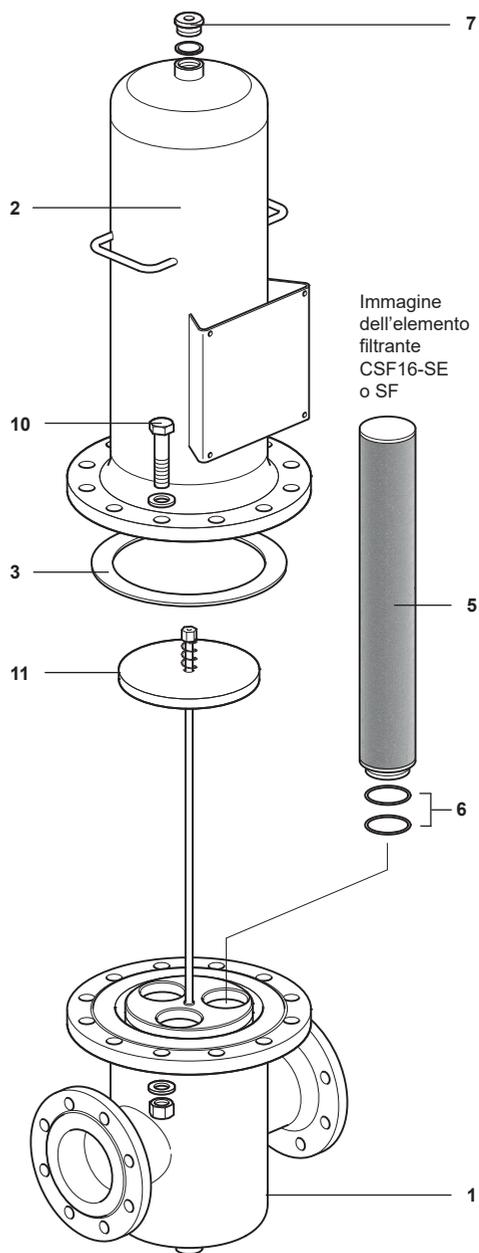

Fig. 8 DN100 e DN150L
2. Servendosi della chiave corretta, svitare l'anello (4) o i bulloni della custodia (10) tenendo unite la testa (2) e la base della custodia del filtro (1). In tal modo, sarà possibile smontare la testa dell'alloggiamento del filtro (2).
3. Lubrificare le tenute degli elementi filtranti (2 unità 6) con un prodotto idoneo all'applicazione prima di montarle sulla base della custodia del filtro (1).
4. L'elemento filtrante (5 si noti che ci sono più elementi per i filtri più grandi) devono essere spinti con delicatezza nella base della custodia del filtro (1).
5. **Quando si montano più elementi**, il gruppo di sostegno del filtro (11) deve essere assemblato e montato come illustrato nella Fig. 8.
6. Verificare che la tenuta della custodia del filtro (3) sia montata.
7. **Per i diametri da DN8 a DN80:** Poi, spingere con cautela l'anello della custodia (4) nella sede della testa del filtro (2), prima di abbassare delicatamente la base della custodia del filtro(1) sull'elemento filtrante e serrare l'anello della custodia (4). L'anello della custodia (4) è stato ideato con una filettatura grossa per minimizzare la possibilità di attrito. In genere non è necessario lubrificare la filettatura. Tuttavia è possibile usare un apposito lubrificante in caso di necessità.
- Per i diametri DN100 e DN150:** Abbassare gentilmente la testa della custodia (2) sugli elementi filtranti e posizionarla sulla base della custodia (1). Serrare i bulloni della custodia alla coppia consigliata - Vedere la Tabella 1.